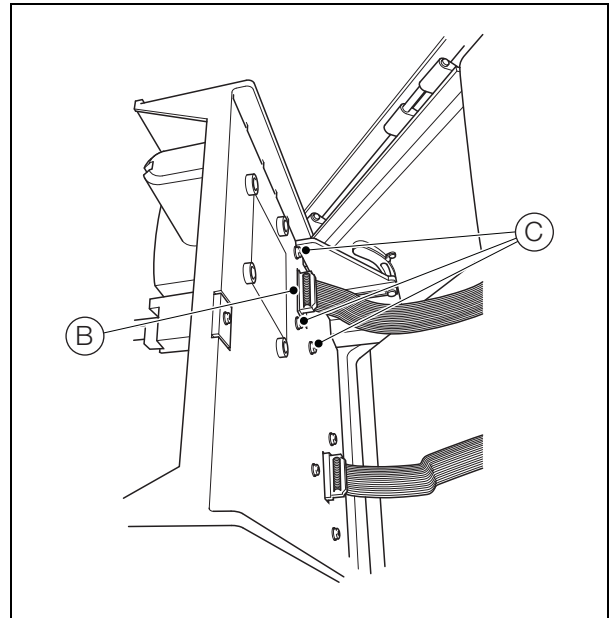

Abb. 13.9 Ausbauen der Messzellenbaugruppe
2. Siehe Abb. 13.9:
- a. Ziehen Sie das Messzellen-Flachbandkabel (B) vom Steckverbinder auf der Rückseite der Messzelle ab.
- b. Entfernen Sie die vier M4-Schrauben (C), und nehmen Sie die Messzellenbaugruppe heraus.
14. Siehe Abb. 13.9:
- a. Setzen Sie die Messzellen-Baugruppe auf die Analyseeinheit-Rückwand und befestigen Sie sie mit den vier M4-Schrauben (C).
- b. Schließen Sie das Messzellen-Flachbandkabel (B) wieder an.